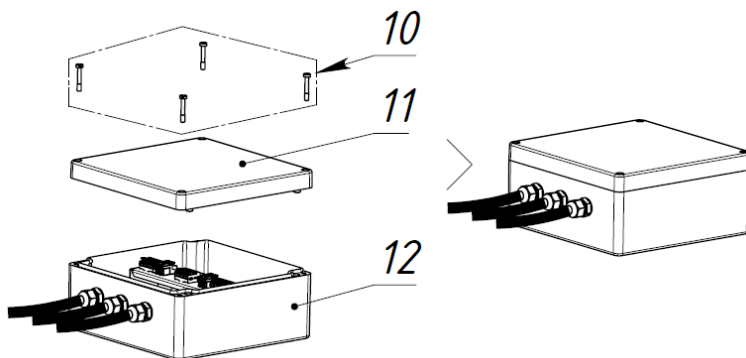

Рис. 12
7. Установить крышку (11) в корпус Driver box for 2xFOUNDRY 70H (12) и зафиксировать 4-мя винта M6 (10). Момент затяжки винта M6 - 2,8 Нм, см. рис. 12.